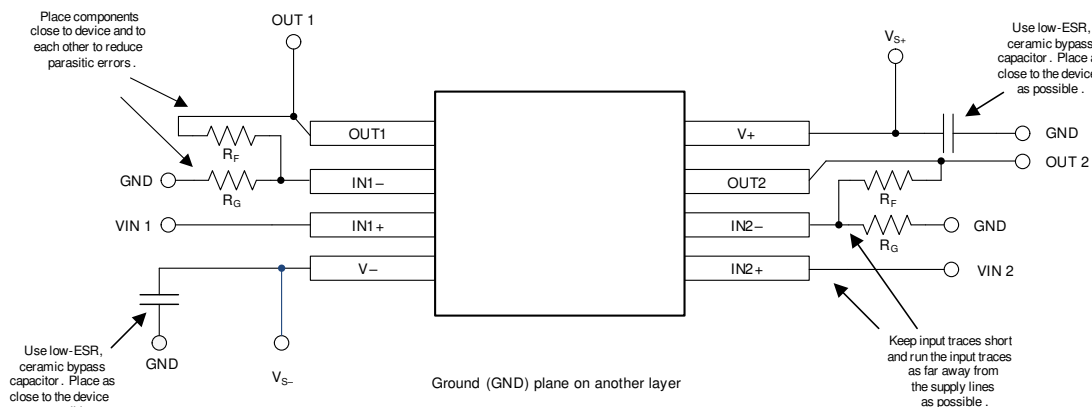

図 8-8. レイアウト例
- 外付け部品は、可能な限りデバイスに近く配置します (図 8-8 を参照)。 R_F と R_G を反転入力に近付けて配置すると、寄生容量を最小化できます。